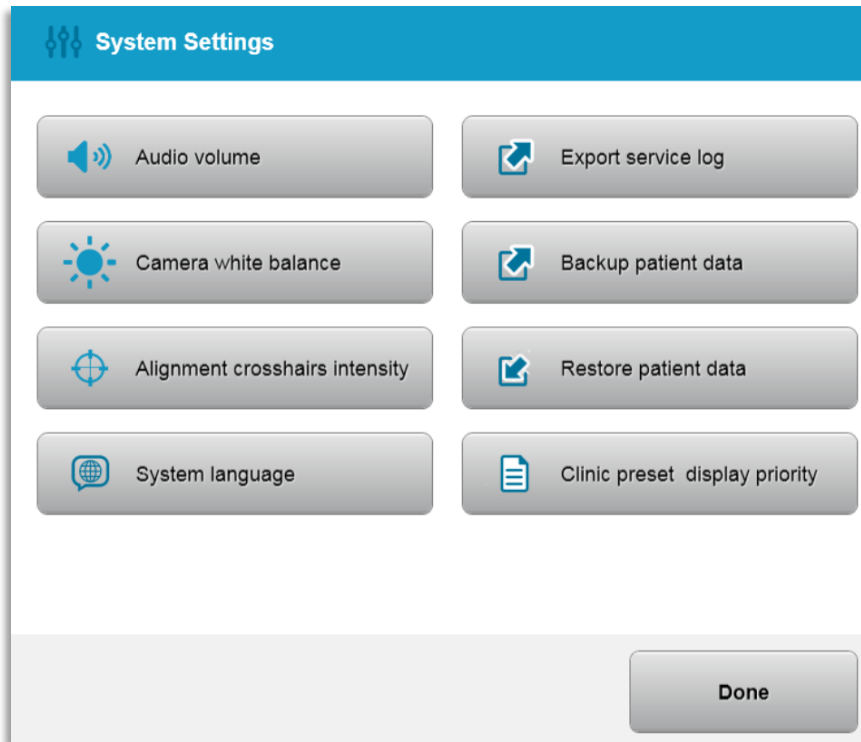

Figure 3-52. Menu des paramètres système
- Sélectionnez « System settings » (Paramètres du système) dans le menu Options afin d'accéder aux paramètres du système comme illustré à la figure 3-52.